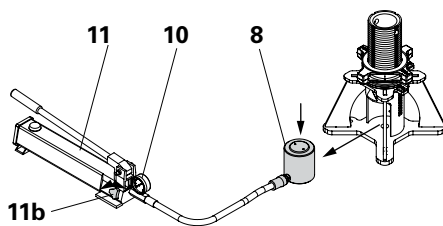

Fig. 27
1. Ruotare la valvola (11b) della pompa in senso antiorario, ritrarre completamente il cilindro (8). Il sistema non è più sotto pressione. (Fig. 27)
3. Fare attenzione all'indicatore (10) del manometro.
4. Estrarre il cilindro (8) dalla base HD. (Fig. 27)